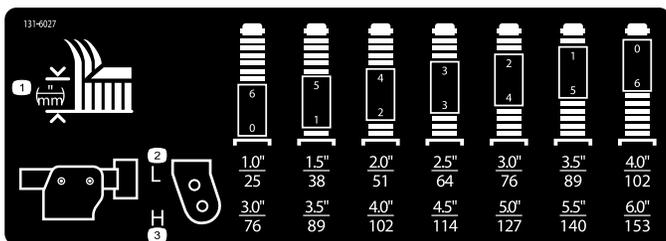

Рисунок 22
3. Поместите оси поворотных колес в одинаковые отверстия во всех поворотных вилках; для определения соответствия отверстий настройкам высоты скашивания см. таблицу (Рисунок 22).